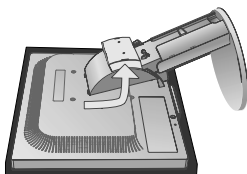

Abbildung S.3
5. Entfernen Sie den Monitorfuß und beachten Sie dabei die Richtung der drei Halterungen (**Abbildung S.3**). Der Monitor kann jetzt auf andere Art montiert werden.